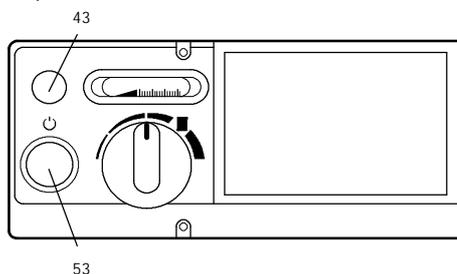

fig. 4.1
Prima di eseguire le operazioni descritte in seguito, accertarsi che il pulsante accensione/spengimento caldaia (53 in fig. 4.1) sia in posizione spento (la lampada di segnalazione 43 in fig. 4.1 è spenta).
- 18 Aprire il rubinetto gas e avviare la caldaia premendo il pulsante di accensione/spegnimento caldaia (53 in fig. 4.1), la lampada di segnalazione (43 in fig. 4.1) si accende. Nel caso di collegamento di un termostato ambiente alla caldaia assicurarsi che il termostato sia in posizione di "richiesta calore".
- 23 Spegnerla caldaia premendo il pulsante accensione/spegnimento caldaia (53 in fig. 4.1) la lampada di segnalazione (43 in fig. 4.1) si spegne, e **illustrare all'utente il corretto uso dell'apparecchio** come indicato nel libretto *note d'impiego* nel quale sono illustrate le operazioni di: